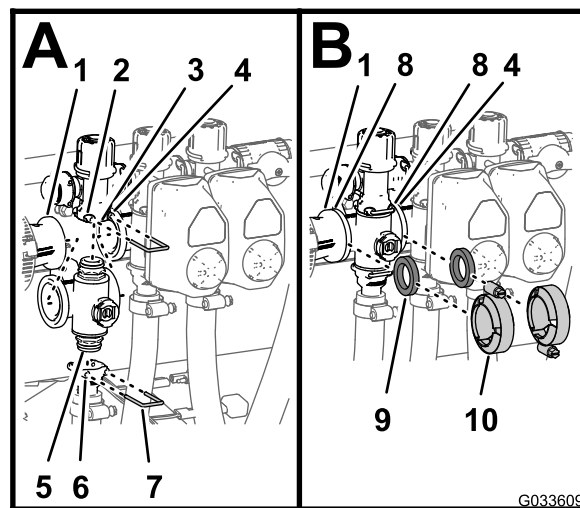

Рисунок 131
1. Вставьте верхний штуцер торцевой крышки коллекторного клапана в перепускной штуцер (Рисунок 131 А.).
2. Закрепите штуцер торцевой крышки на перепускном штуцере, вставив держатель в гнездо перепускного штуцера (Рисунок 131 А).
3. Установите выпускной штуцер на нижний штуцер торцевой крышки коллекторного клапана (Рисунок 131 А).
4. Прикрепите штуцер торцевой крышки к выпускному штуцеру, вставив держатель в гнездо выпускного штуцера (Рисунок 131А).
5. Установите прокладку между фланцами переходной муфты и коллектором клапана секции (Рисунок 131В).
6. Смонтируйте переходную муфту, прокладку и коллектор клапана секции с помощью хомута, затянув его от руки (Рисунок 131В).
7. При установке 2 самых левых клапанов секций установите прокладку между фланцами 2 прилегающих коллекторов клапанов секций (Рисунок 131В).
8. Смонтируйте 2 находящихся рядом коллектора клапанов секций и прокладку с помощью хомута, затянув его от руки (Рисунок 131В).